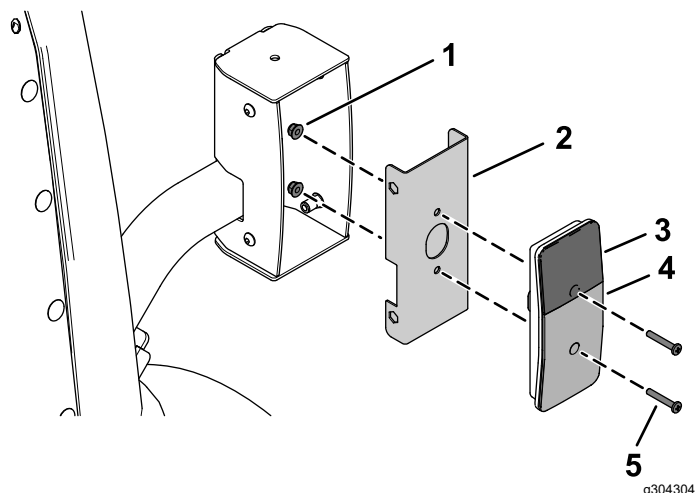
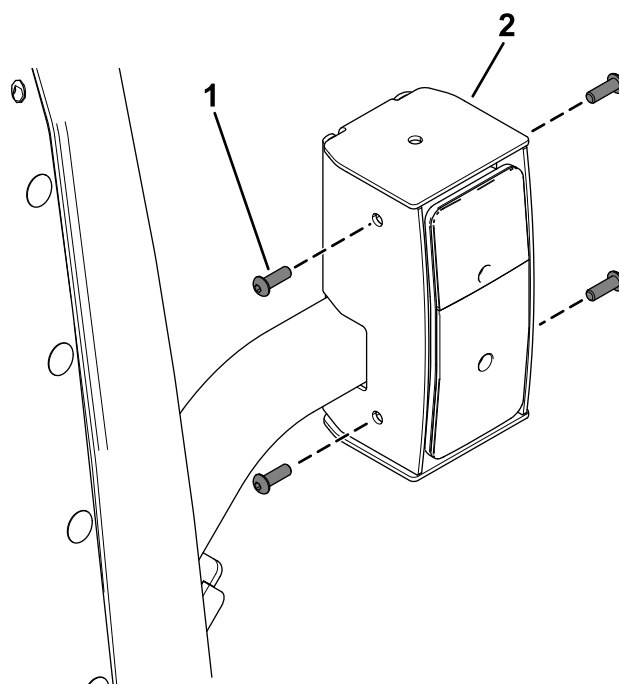

Figura 36
Figura 37
5. Fissate le luci posteriori sui gruppi di supporto interni con 4 viti a testa troncoconica (n. 10 x 1-1/4") e 4 dadi flangiati (n. 10) come mostrato nella Figura 36.
8. Fissate le luci posteriori assemblate nella loro sede utilizzando 8 bulloni a testa bombata (1/4" x 3/4"), come illustrato nella Figura 37.
Accertatevi di montare le luci di posizione con il coprifaro giallo sopra (Figura 36 e Figura 37).